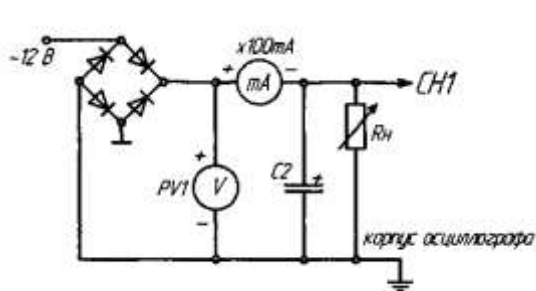

Рис. 1
1) Собрать схему по рис. 1. Установить заданное значение сопротивления нагрузки R_H . В качестве вольтметра использовать мультиметр PV в режиме измерения **постоянного напряжения**. Подключить входы осциллографа. Переключатель развертки осциллографа перевести на временную развертку. Установить синхронизацию от сети. На экране осциллографа наблюдать осциллограмму выпрямленного напряжения U_d ,